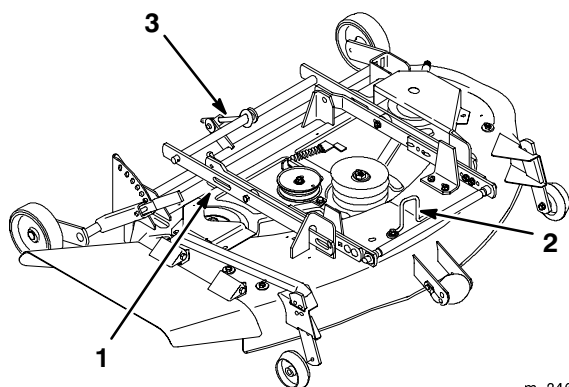

Figure 5
4. Après avoir glissé l'unité de coupe sous le tracteur, la placer de manière à aligner les fentes des bras de suspension (Fig. 5) juste sous le bras de relevage d'accessoire du tracteur.